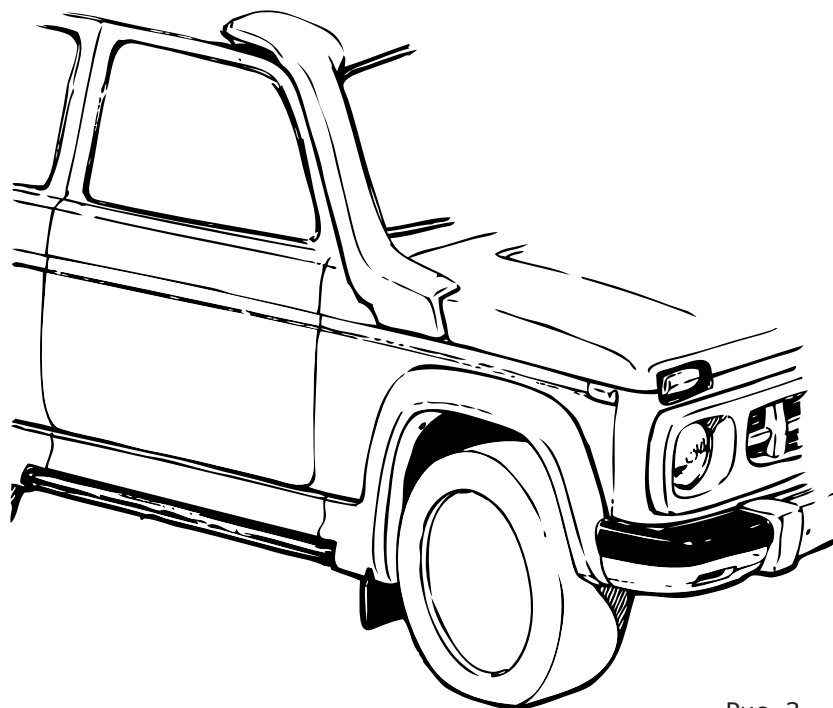

Рис. 3
8. Удалить малярный скотч. Промазать посадочные поверхности шноркеля герметиком и аккуратно установить его на автомобиль (рис. 3), закрепив винтами самонарезающими и (временно, до высыхания герметика) бумажным скотчем.